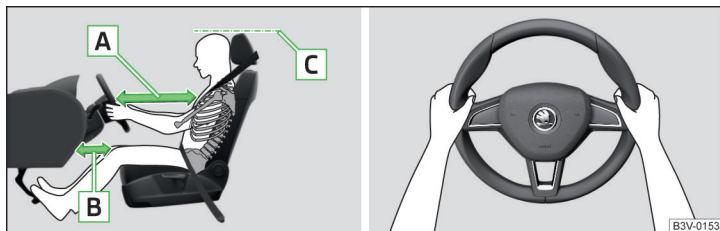

Fig. 2 Posición de asiento correcta del conductor / Posición correcta del volante
- ✓ Ajuste el asiento del conductor longitudinalmente de forma que la distancia de las piernas hasta el tablero de instrumentos en la zona del airbag de rodillas sea al menos de 10 cm » **fig. 2 - [B].**
- ✓ Ajustar el volante de tal modo, que la distancia entre el volante y el estérnon sea, como mínimo, 25 cm » **fig. 2 [A].**
- ✓ Ajuste el reposacabezas de tal modo que el borde superior del mismo se encuentre a ser posible a la misma altura que la parte superior de su cabeza (no es válido para los asientos con reposacabezas integrado) » **fig. 2 - [C].**
- Durante la conducción, sujete el volante con ambas manos por el borde exterior de los lados en las posiciones de las "9" y "3" horas » **fig. 2.** No sujete nunca el volante en la posición de las "12 horas" o de cualquier otro modo (p. ej., en el centro, en el borde interior del volante, etc.). De lo contrario puede generarse lesiones graves en los brazos, manos y la cabeza cuando se activa el airbag.
- ✓ Ajuste el reposacabezas de tal modo que el borde superior del mismo se encuentre a ser posible a la misma altura que la parte superior de su cabeza » fig. 2 de la pág. 11 - **C** (no es válido para los asientos con reposacabezas integrado).
- ✓ Ajustar el reposacabezas de tal modo, que el borde superior del mismo se encuentre de ser posible a la misma altura que la parte superior de la cabeza » fig. 2 de la pág. 11 - **C**.